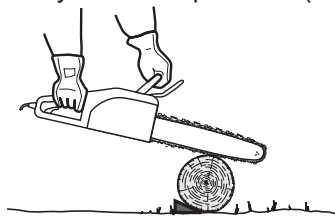

Fig. 37
6. Si el diámetro de la madera es lo suficientemente grande como para insertar una cuña blanda sin tocar la cadena, debe utilizar la cuña para mantener el corte abierto y así evitar pellizcos (Fig. 37).